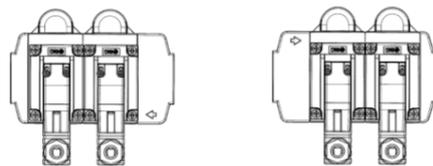

Figura 1.
- La dirección del caudal se puede identificar por una flecha que aparece en el bloque. Consulte algunos ejemplos en la Figura 1.